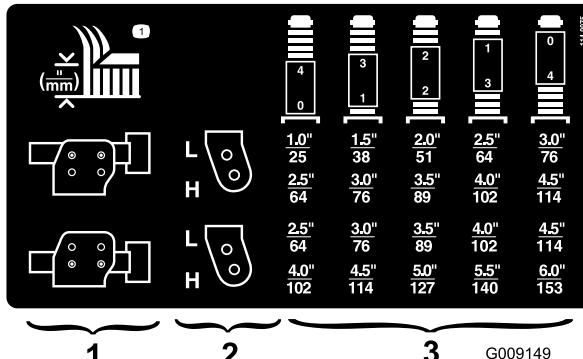

Figura 21
3. Coloque los ejes de las ruedas giratorias en los mismos taladros en todas las horquillas; consulte en la tabla (Figura 21) los taladros correctos para el ajuste.
Nota: Consulte la tabla para determinar la combinación de espaciadores necesaria para cada altura (Figura 21).